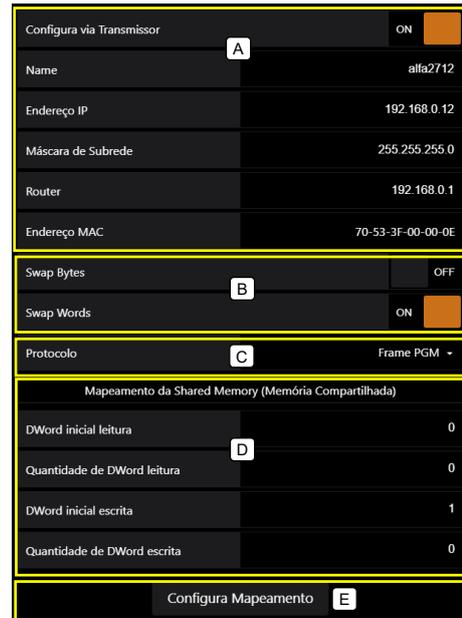

Figura 82 – Tela de configuração dos parâmetros PROFINET
2. O Transmissor é localizado com o nome *accessible devices* [Mac Address], onde [MAC Address] é o endereço MAC da interface Fieldbus, que pode ser encontrado tanto no Alfa Web Monitor (conforme item 1 da Figura 82), ou no próprio corpo do Transmissor 2712, identificado por “MAC FIELDBUS”.